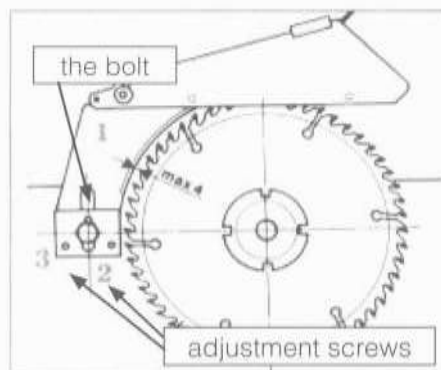

Fig 8
1. Montera alltid klyvkniven (1) tätt intill klingen så att gapet aldrig överstiger 4 mm (fig 8)